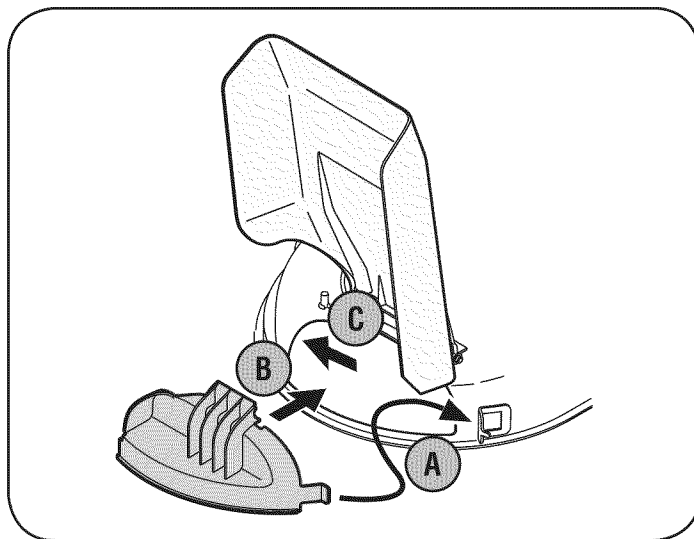

Figura 8
3. Para instalar la clavija de abono, inserte la lengüeta derecha (A) de la clavija en el soporte de la plataforma, Figura 8.
4. Inserte la cubierta en la abertura de descarga (B), Figura 8.
5. Una vez que la clavija de abono está colocada en la abertura de la plataforma, empujela hacia la parte posterior de la cortadora (C) para que la clavija calce correctamente en la abertura, Figura 8.